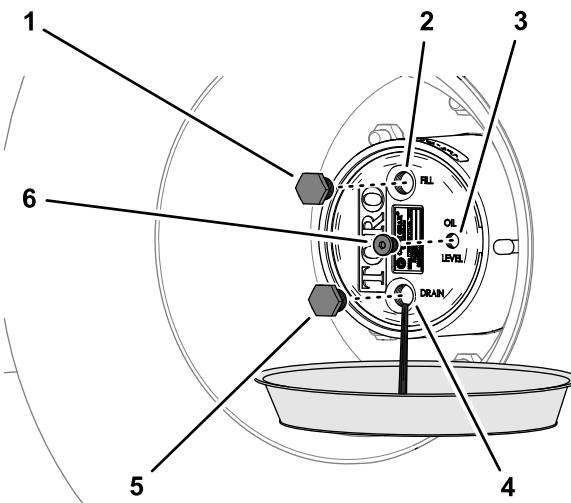

图 99
2. 将放油盘放在行星齿轮传动毂下面取出排油塞、加油塞和检查塞并让润滑油完全排出 图 99。